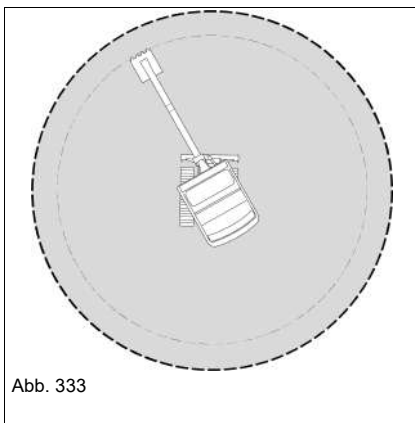

Abb. 333
- ▶ Das Armsystem muss gerade zur Kabine stehen - siehe Abb. 333